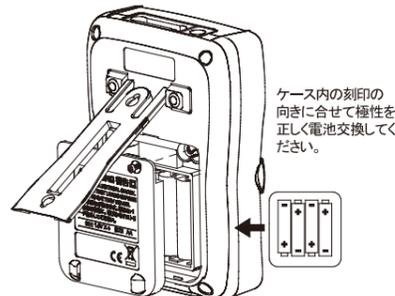

図4 電池交換
3. 図4のように、電池カバーにある2個のねじをゆるめて、電池カバーを外します。古い電池を取り出し、新しい電池4本を図のように極性正しく取付けてください。